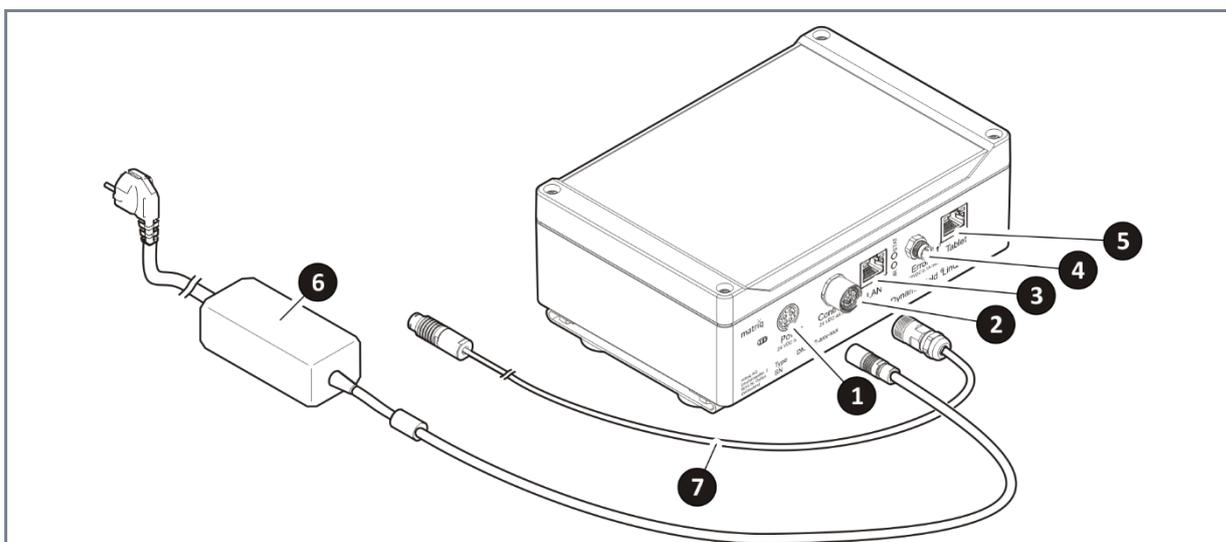
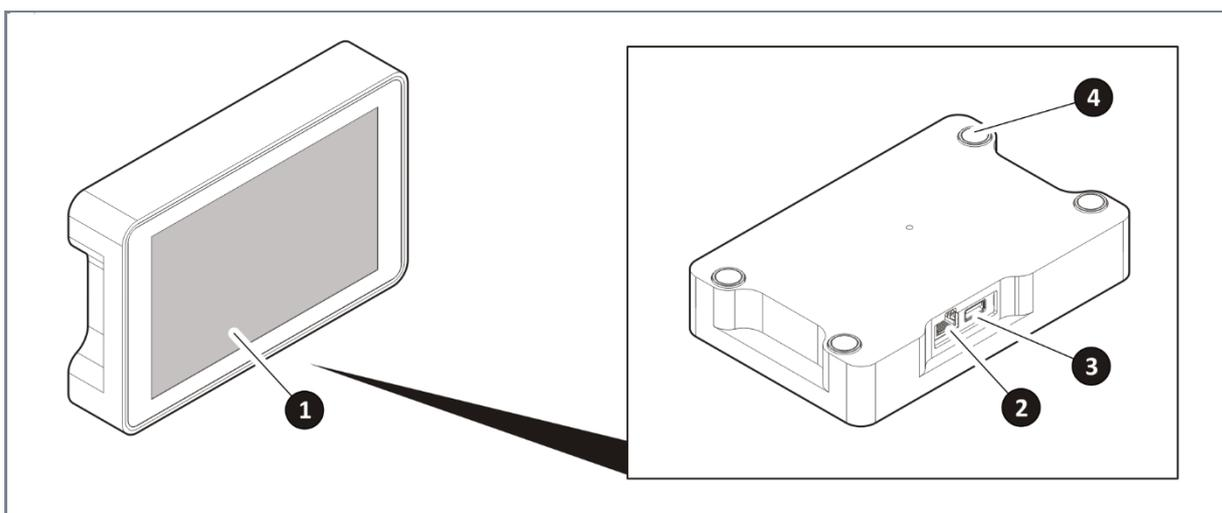

Abb. 9 Anschluss der Leitungen
Abb. 10 Anschluss des Tablets
Der DynamicMold® LinQ muss an das gleiche Netz wie die Spritzgiessmaschine angeschlossen werden. Stellen Sie vor dem Netzstromanschluss sicher, dass der Netzanschlusspunkt die Spezifikationen des Netzteils erfüllt und vorschriftsmässig mit geerdetem Schutzleiter, einem Not-Aus-Schalter, einem FI-Schalter (Fehlerstromschutzschalter) ausgestattet und mit max. 13 A abgesichert ist. Das mitgelieferte Netzteil (Abb. 9, Pos.6) des DynamicMold® LinQ darf nur an Steckdosen mit geerdetem Schutzkontakt angeschlossen werden.
- LAN-Kabel für den Netzwerkanschluss (IP Adresse + Zugangsdaten erforderlich) (Abb. 9, Pos.3)
- Verbindungsleitung (Controller Cable) zum DynamicMold® Controller (Abb. 9, Pos.2)
- Tablet-Kabel für die Verbindung mit dem Tablet (Abb. 9, Pos.5)
- Verbindungsleitung zur Spritzgiessmaschine (Fehler-Kontakt, optional) (Abb. 9, Pos.4)
2. Schliessen Sie 24V Anschlussleitung des Netzteils (Abb. 9, Pos.6) an die DIN 4-Pin Buchse (Abb. 9, Pos.1) an.
3. Verbinden Sie für die Stromversorgung die Netzleitung des Netzteils (Abb. 9, Pos.6) mit dem Netz. Beachten Sie die Vorgaben unter 5.6.1 Installationsbedingungen.
Das Tablet kann durch die rückseitigen Haltemagnete (Abb. 10, Pos.4) an der Aussenseite der Spritzgiessmaschine fixiert werden. Stellen Sie dabei sicher, dass keine Vibrationen auftreten und die Haftfläche schmutzfrei ist.
Mit dem Tablet-Kabel wird das Tablet über die RJ45-Buchse (Abb. 10, Pos.2) an die RJ45-Schnittstelle mit PoE (Tablet) des DynamicMold® LinQ (Abb. 9, Pos.5) angeschlossen. Bei korrekter Verbindung leuchten die LINK/SPEED LEDs beider RJ45-Buchsen. Die Stromversorgung des Tablets erfolgt ebenfalls über die RJ45-Schnittstelle (Abb. 10, Pos.2)